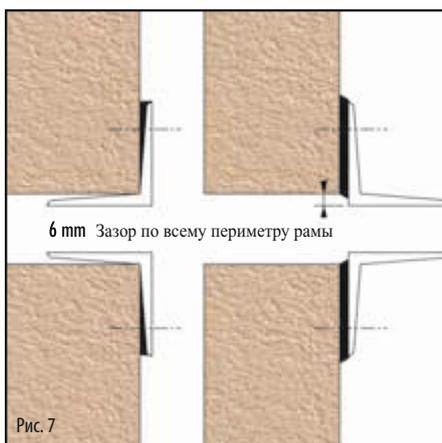

Рис. 7
4. Герметик наносится на лицевую или оборотную поверхность рамы, в зависимости от вида монтажа, см. рис. 7.
5. Установите раму поверх мест ее крепления и затяните крепления, прижав раму к стене. При затягивании креплений герметик должен вытесняться из-за уменьшающегося зазора между рамой и конструкцией. Излишки следует удалить. Затянув крепления, следует оставить бортик из герметика по периметру внутреннего и внешнего края рамы. См. рис. 7.